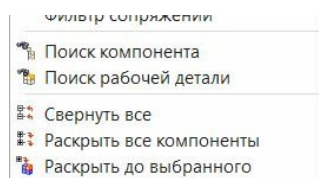
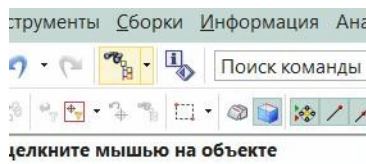

рис.75
Рис.76
- В этом случае сначала поставьте курсор в чистое поле НСб, КМ, и вызовите команду «**Поиск компонента**» (рис.75). Пиктограмма этой команды ещё может располагаться в инструментальной панели «Стандарт» (изображение бинокля, рис.76).